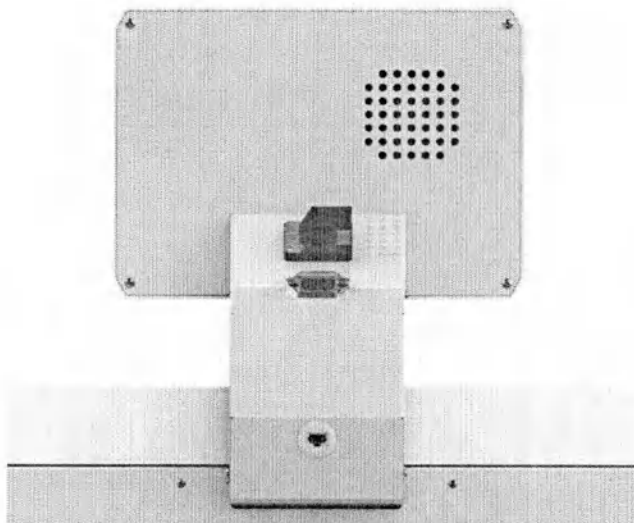

Рисунок 3.15 – Разъем Ethernet (RJ – 45)
3.3.11 Разъем Ethernet (RJ – 45) расположен на задней панели (Рисунок 3.15) для сетевого подключения Изделия.